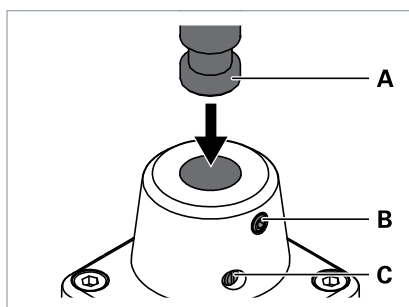

Fig. 3: Montare l'apparecchio d'illuminazione sull'elemento di fissaggio.
- Rimuovere la vite **C** dall'elemento di fissaggio, vedi Fig. 3.
- Stringere il perno filettato **B** nell'elemento di fissaggio fino a quando non viene raggiunta la frizione desiderata, vedi Fig. 3.